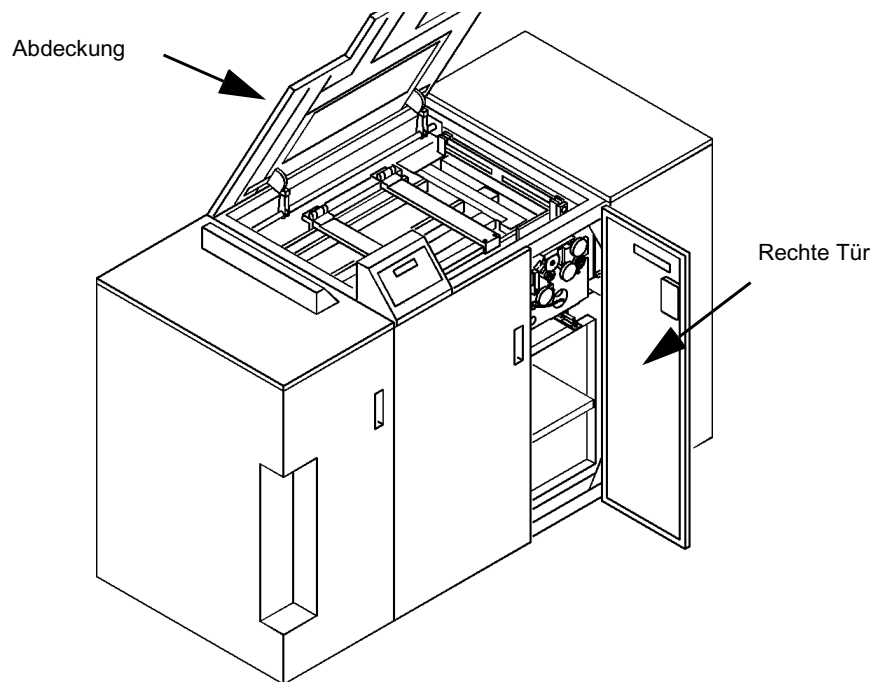

Abbildung 2-1: Öffnen der Tür und der Abdeckung des Lochers
- 1 Öffnen Sie die rechte Tür des Lochers, wie in Abbildung 2-1 gezeigt.
- 2 Öffnen Sie die Abdeckung des Lochers, wie in Abbildung 2-1 gezeigt.